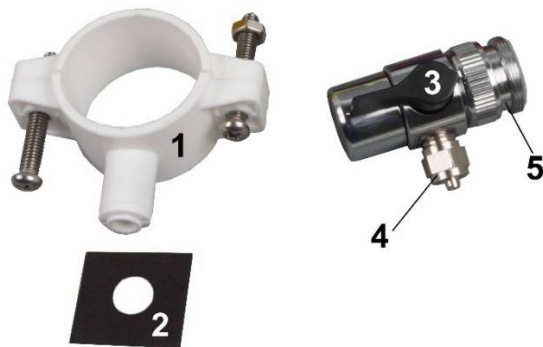

Fig. 2 :
1. Raccordez le raccord du robinet d'eau à un robinet d'eau approprié, si nécessaire insérez un adaptateur [un adaptateur (Fig. 2, n° 5) est inclus dans la livraison]. Depuis le raccord du robinet (Fig. 2, n° 4), allez à l'entrée de l'eau du robinet du système avec un morceau de tuyau. Utilisez le robinet (Fig. 2, n° 3) pour passer de la prise d'eau du au fonctionnement de l'osmoseur.
2. Raccordez le tuyau des eaux usées (Fig. 1, n° 14). À l'aide du collier de serrage fourni (Fig. 2, n° 1), le tuyau d'eaux usées peut également être raccordé directement à une conduite d'eaux usées appropriée dans laquelle un trou d'environ 5 mm a été préalablement pratiqué. Le sceau carré (Fig. 2, n° 2) est placé entre la pince et le trou. Toutefois, afin de réduire le risque de contamination par les bactéries, il est conseillé de ne pas raccorder le tuyau d'évacuation des eaux usées à la canalisation des eaux usées, mais de le laisser s'égoutter dans l'égout.